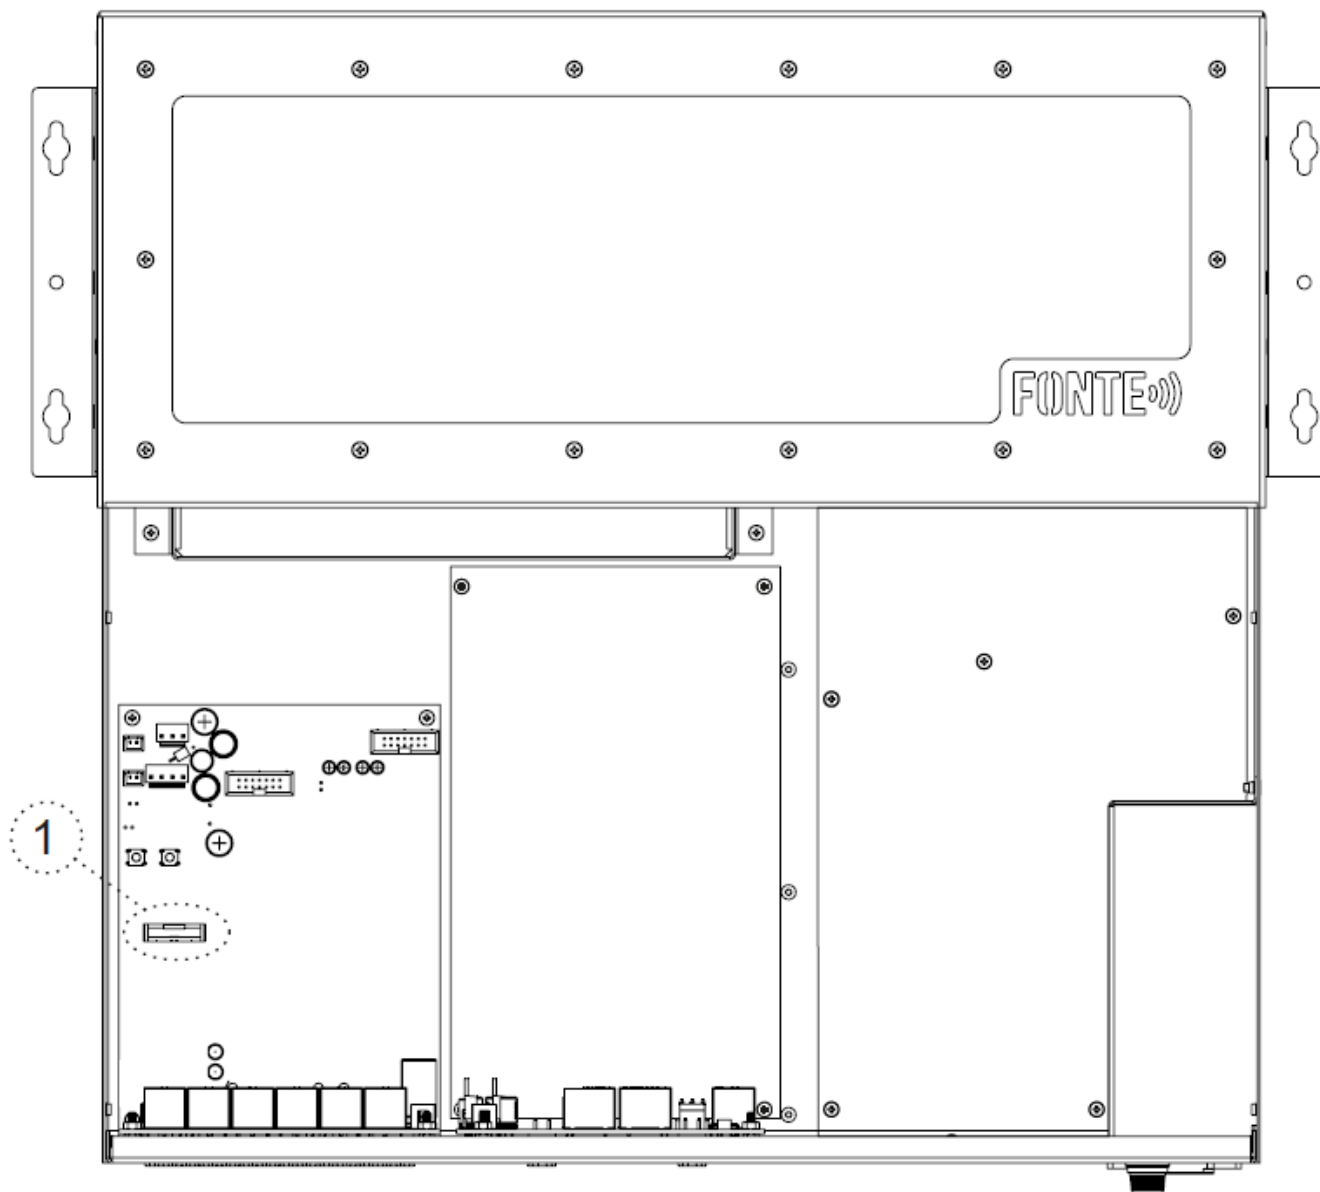

Рисунок 15 – Доступ до батарейки годинника: 1 – батарейка CR2032.
2. Зняти центральну кришку, для цього треба викрутити гвинти знизу та з обох боків (див. рис. 15);